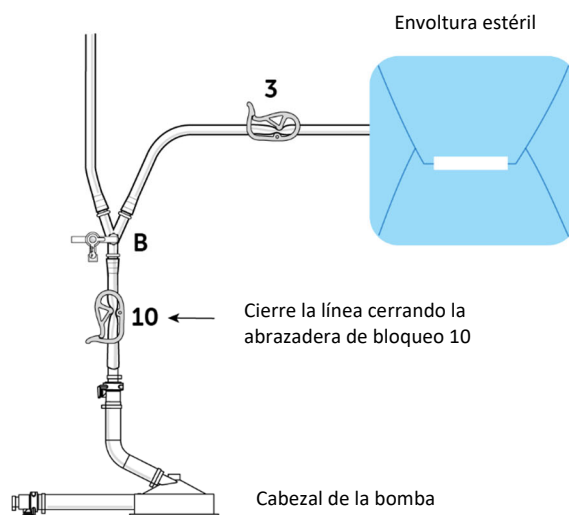

Figura 14
- (a) Cierre la abrazadera previa a la bomba (10), abra la abrazadera de la línea de catéter de globo doble (3), abra la línea de solución salina (abrazadera 1 o 2) y la válvula de cierre «B», para permitir que la solución salina isotónica heparinizada cebe la línea solamente hasta la abrazadera 3; véase la figura 14. Una vez que la línea de la válvula de cierre esté cebada y la línea de catéter de globo doble esté cebada hasta la abrazadera 3, cierre la abrazadera 3 y la válvula de cierre. **No** permita que un exceso de solución salina isotónica heparinizada llene la envoltura estéril.